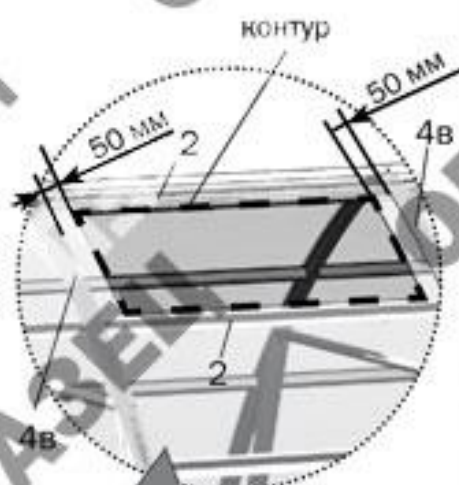

Рис.34
14. Вырежьте изнутри теплицы в поликарбонате прямоугольное окно, контур которого проходит по кромкам деталей **2** и с отступом 50 мм от деталей **4в** (рис. 34).